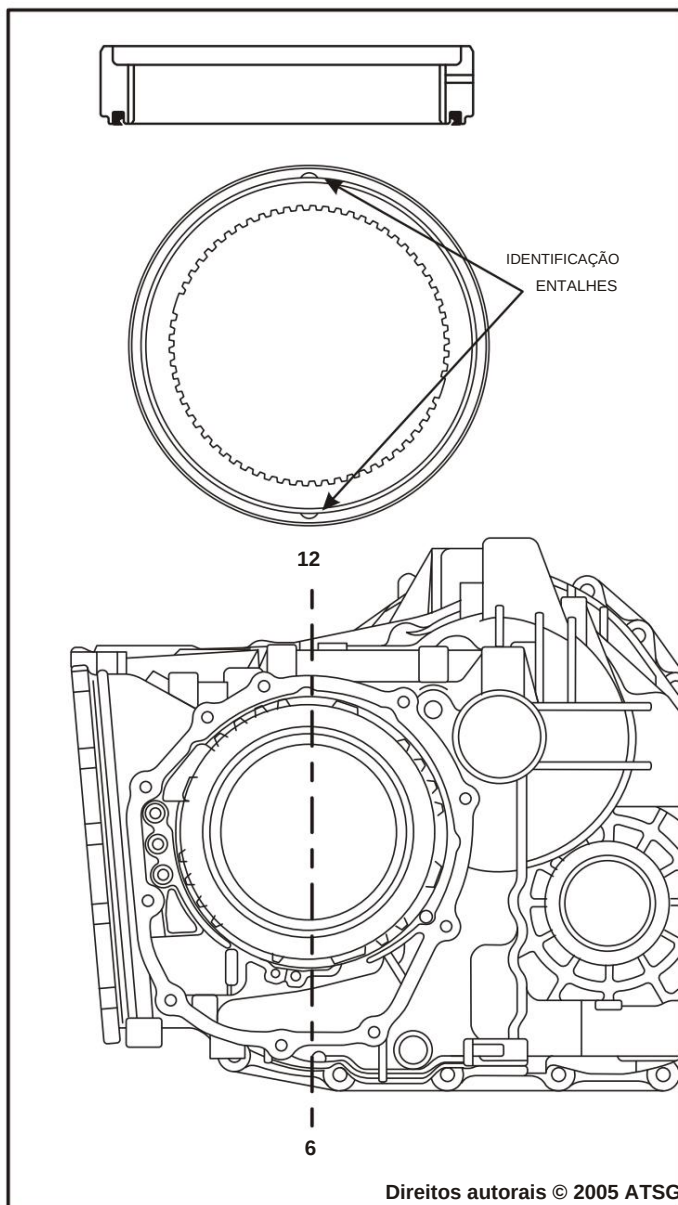

Figura 168
34. Verifique o posicionamento dos entalhes de identificação na pista interna da calha, conforme mostrado na Figura 168. A pista interna da calha **deve** ser instalada com os entalhes de identificação ao longo da linha 6 e 12 horas, conforme mostrado na Figura 168.